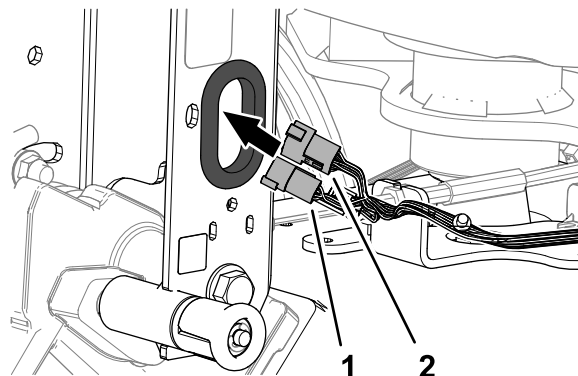

Figura 8
1. Encaminhe o conector de 6 pinos e o conector de 12 pinos da cablagem da máquina através do ilhó do canal da barra de ligação (**Figura 8**).